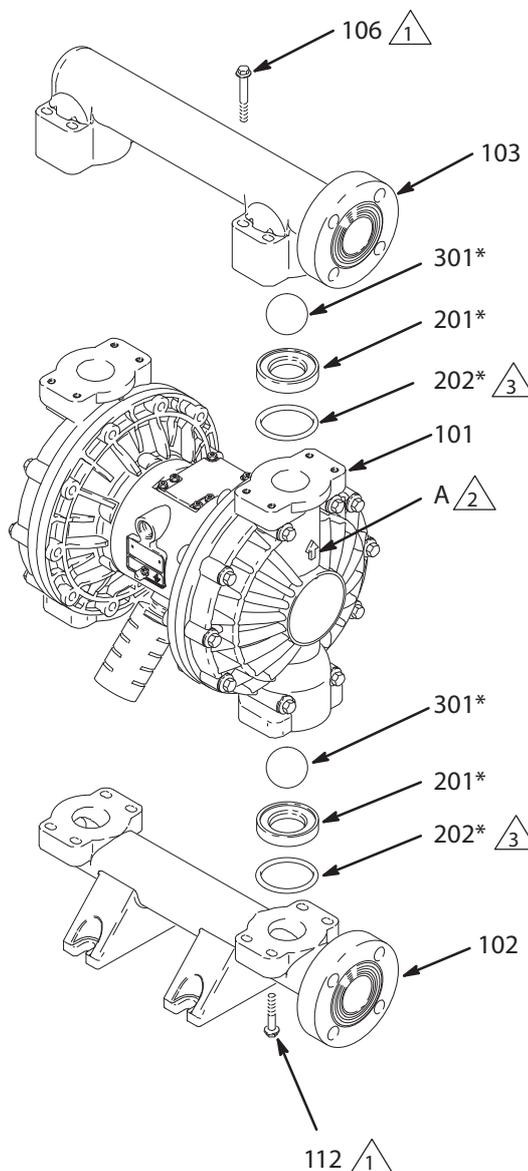

Fig. 11
3. Avec une clé à douille de 10 mm, déposer les huit boulons (106) qui attachent le collecteur de sortie (103) sur les couvercles de produit (101). Voir FIG. 11.
4. Retirer les sièges (201), les billes (301) et les joints toriques (202) du collecteur.
2. Remonter dans l'ordre inverse en tenant compte des remarques sur la FIG. 11. Veiller à ce que les clapets anti-retour à bille soient assemblés exactement comme montré. Les flèches (A) sur les couvercles de produit (101) doivent pointer vers le collecteur de sortie (103).